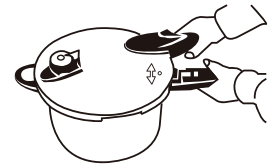

fig. 4
1. Haga coincidir la marca "o" de la tapa con la marca "▲" del mango de la olla (componente 15) (fig. 4).